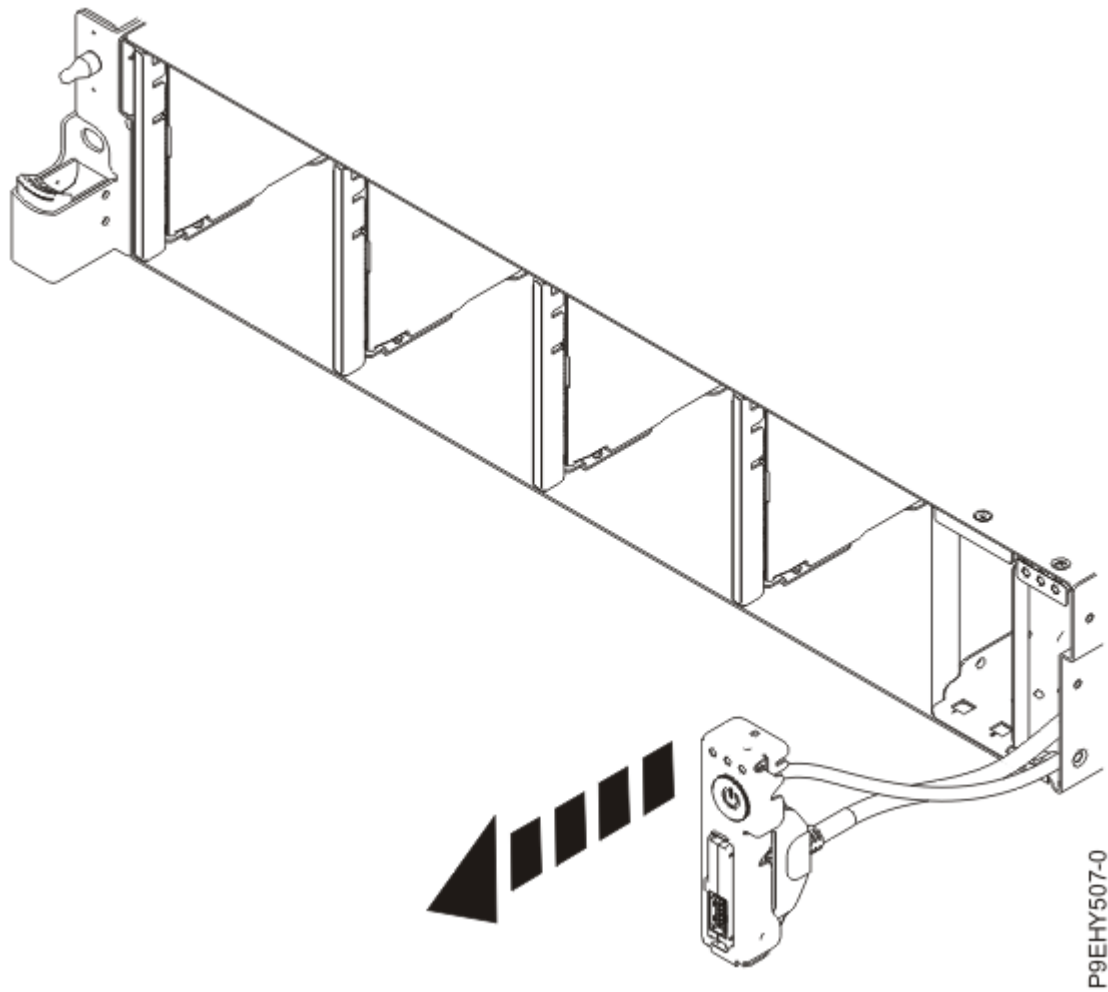

Figura 106. Cómo tirar del interruptor de alimentación y cable
8. Extraiga el interruptor de alimentación del sistema, tal como se muestra en la Figura 106 en la página 122.